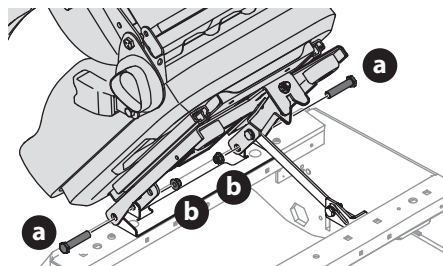

Figure 8
- Retirez les deux écrous de blocage de la bride (b) et les boulons à épaulement (a) de la pochette du manuel (Figure 8).
- Placez le siège en position et fixez-le en place à l'aide de la quincaillerie (Figure 8 à la page 88).